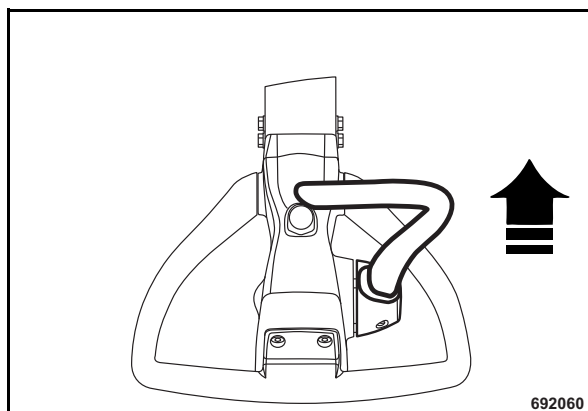

Fig. 63
- Mantener la palanca de marcha hasta el tope en posición hacia delante (Fig. 63).